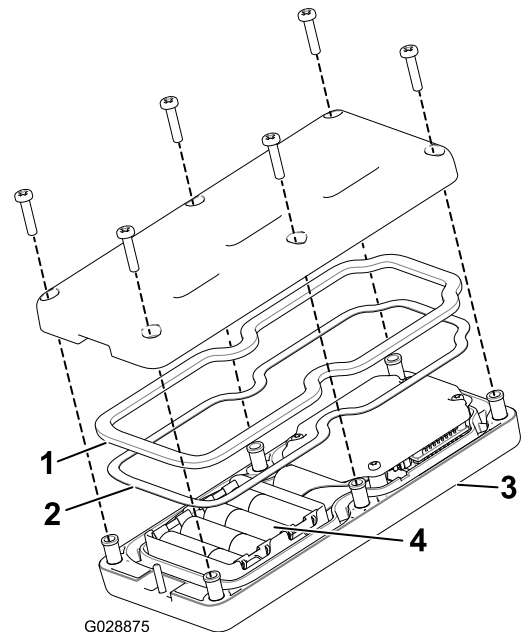

Figura 13
2. Ligue cada pilha no caixe terminal observando a devida polaridade. (Se as pilhas forem incorretamente instaladas, a unidade não será danificada, mas não funciona.) O encaixe tem gravadas marcas de polaridade em cada terminal (Figura 13).
comando remoto e volte a colocar a tampa traseira (Figura 13).
4. Prenda a tampa com seis parafusos (Figura 13) e aperte-os com uma força de 1,5 a 1,7 N·m.